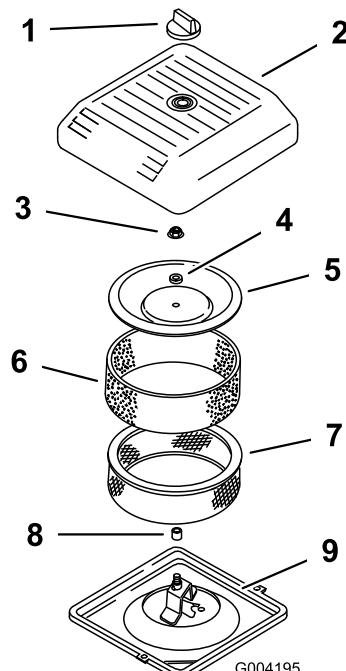

Рисунок 155
- Отверните ручку и снимите крышку воздухоочистителя (Рисунок 155).
- Осторожно снимите фильтр предварительной очистки из пеноматериала с бумажного элемента (Рисунок 155).
- Выверните гайку крышки и снимите крышку, проставку и фильтр с бумажным фильтрующим элементом (Рисунок 155).